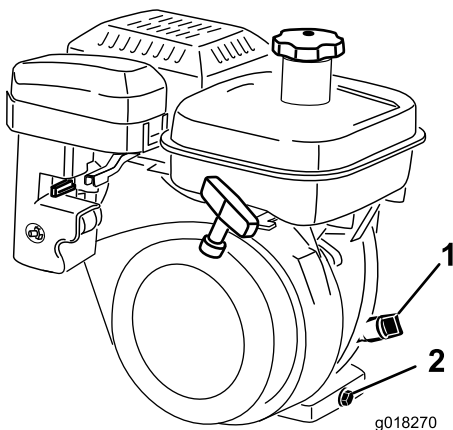

图29
2. 调整剪草机，使发动机保持水平，并清洁量油尺周围部位（图29）。
3. 逆时针旋转型量油尺，然后将其取出（图29）。
4. 将量油尺擦拭干净，然后将其插入加油口。切勿将量油尺拧入加油口。取出并检查油位。如果油位较低，请添加足够的机油，使油位升到量油尺的“H”与“L”标记之间（图29）。重新检查机油油位。切勿过量添加。
2. 在机器后部的排油塞下放置一个放油盘（图29）。拧松排油塞。